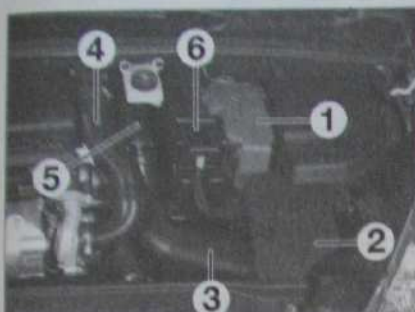

Fig. 9
- Dégrafer et écarter le boîtier fusibles (1) (Fig.9).
- le déflecteur d'air (2),
- les conduits (3), (4) et (5),
- le cache batterie (6),